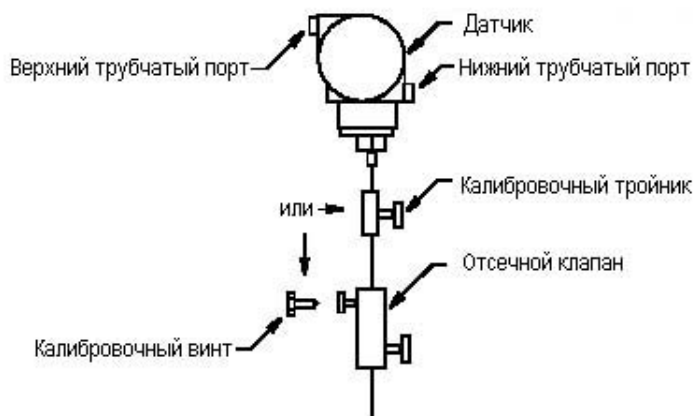

Рис.12. Типичная схема подключения датчика (показан датчик IGP10)
На рис.12 показана типичная схема подключения датчика. Калибровочное давление в линии нагнетания может подаваться через калибровочный тройник или калибровочный винт. Нижний трубчатый порт может быть использован для слива влаги, образующейся в отсеке клеммной колодки. Для датчиков давления моделей IAP20, IGP20, IGP25 и IGP50 затяните болты разъема подключения к технологическому процессу с моментом 61 Н·м, а сливные пробки и воздухоотводные винты с моментом 20 Н·м.
2. Для датчиков IAP10, IGP10, IGP25 и IGP50, установленных непосредственно на технологической трубе или на работающем под давлением резервуаре, как показано на рис.12, может потребоваться отсечной клапан (показан), чтобы соответствовать требованиям стандарта ASME для силовых трубопроводов - код B31.1 и для химических и нефтяных трубопроводов – код B31.3.